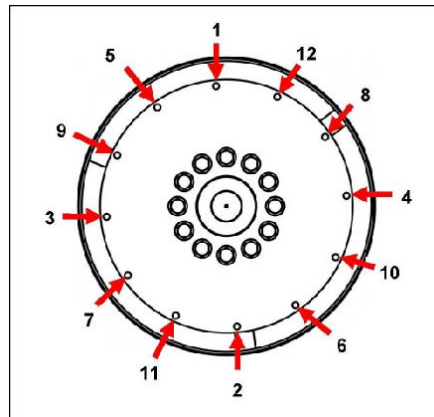

図 22. 固定手順
10. アラインメント ダウエルを取り外します。肉厚ワッシャーをヘッドの下で使用して、カップリング ボルトを取り付けます。表示の順番で、ボルトを締め付けて、カップリング ディスクをフライホイールに固定します 図 22 ページ 37。